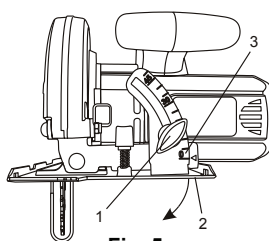

Fig. 5
Desserrez la vis de verrouillage de l'angle de biseau (1) en la tournant dans le sens antihoraire (figure 5).
Réglez l'angle de biseau à 0° (figure 5).